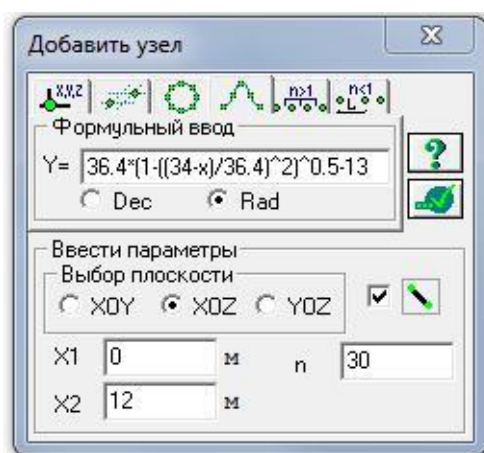

Рис. 3.6. Диалоговое окно Добавить узел
- Выберите вкладку Формульный ввод и в строках значений введите данные, как показано на рис. 3.6.